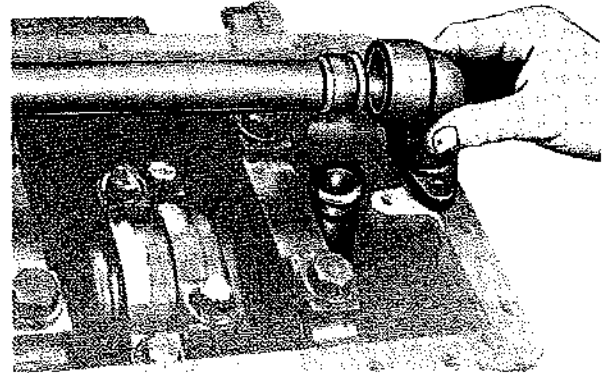

Fig. 59
- Curva completa di valvola regolazione (Fig. 59) al coperchio anteriore, serrando i bulloni a **3 kgm**.